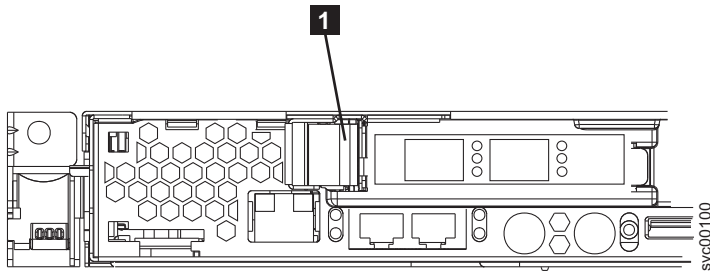

図 185. SAN ボリューム・コントローラー 2145-8F2 または SAN ボリューム・コントローラー 2145-8F4 PCI スロット 1 カード・リテーナー
1. ファイバー・チャンネル・カードをスロット 1 に取り付けます (216 ページの図 185 を参照)。